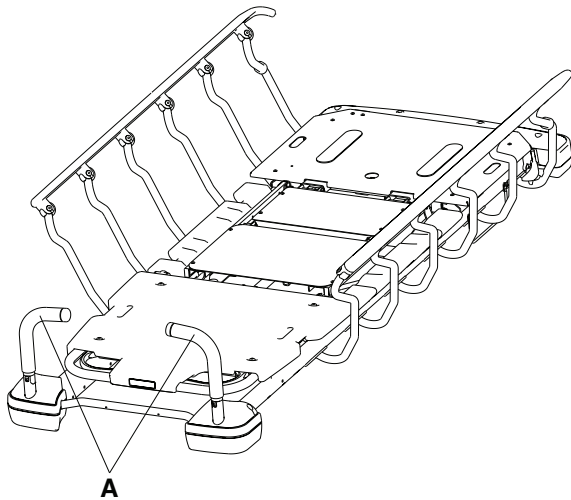

Figura 9 – Posizionamento delle maniglie di spinta del lato testa
1. Fare ruotare verso l'alto le maniglie (A) dal lato testa del prodotto (Figura 9).